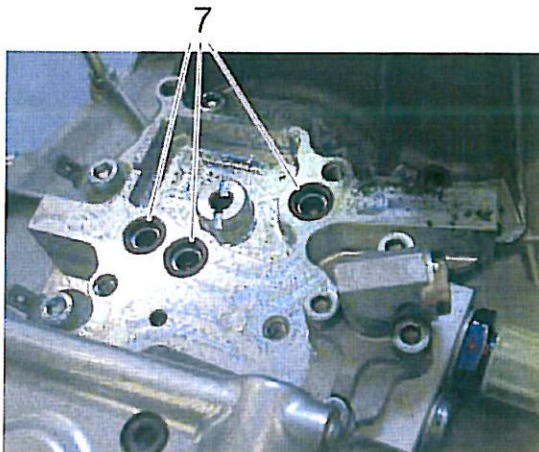

Bild 7
2. Jeweils einen O-Ring (item 7) in jede der drei vorgesehenen Vertiefungen in der Basisplatte einsetzen. Siehe Bild 7.
- ◆ **Hinweis:** Die O-Ringe (item 7) vor dem Einsetzen leicht mit Getriebeöl befeuchten.